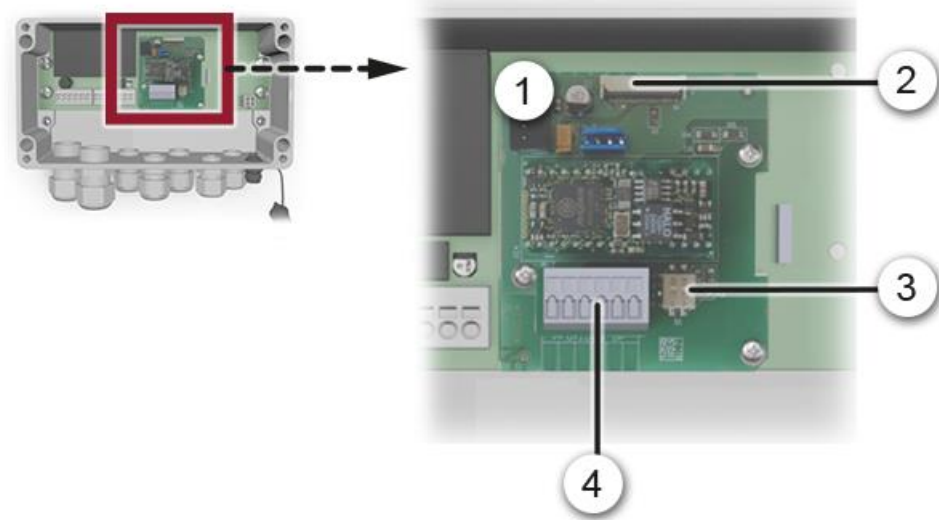

Figure 12: vue du module Profibus DP dans le SIPOINT 2
- Si le photomètre se trouve en fin de boucle, le commutateur DIL S2/1 sur le module de connexion doit être en position active (ON) (Figure 12. pos. 3).